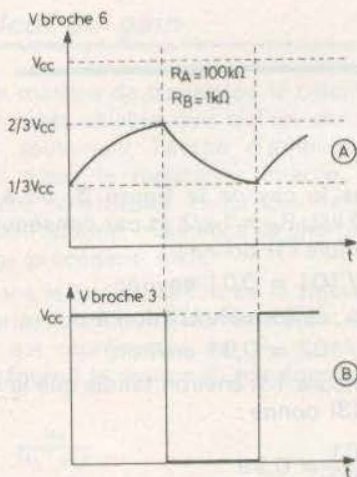

Fig. 3
Dans le cas de la **figure 3**, on a  $R_A = 100 \text{ k}\Omega$ ,  $R_B = 1 \text{ k}\Omega$  et par conséquent, la formule (1) donne :